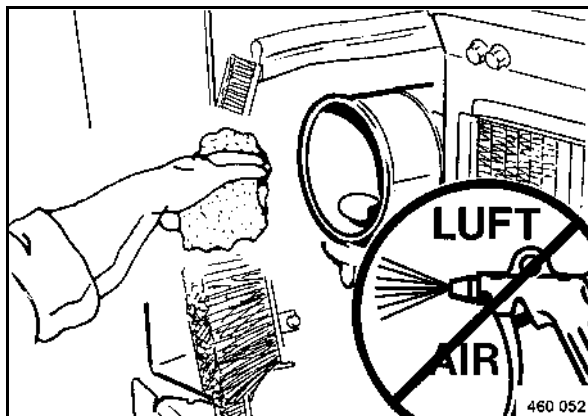

fig. 96
- Nettoyer le carter à l'aide d'un chiffon (fig. 96).